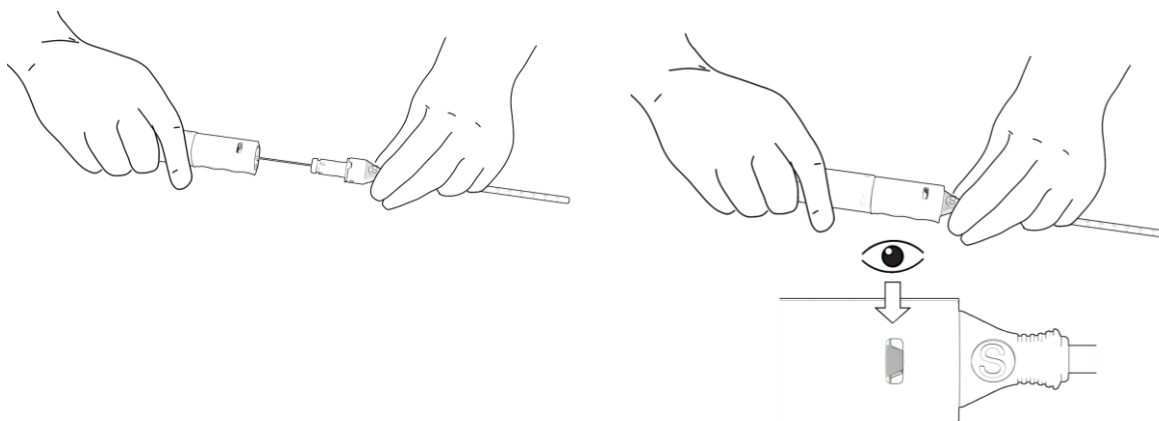

Figura 10. Introduzione del dispositivo di chiusura PerQseal® nell'introduttore a guaina
- c. Tenendo il terminale dell'introduttore a guaina con una mano e l'impugnatura del dispositivo con l'altra, fare avanzare l'impugnatura del dispositivo procedendo con attenzione. Controllare che gli indicatori dell'introduttore a guaina e dell'impugnatura risultino allineati e che il gruppo cannula di caricamento/terminale della guaina si innesti (con uno scatto) nell'impugnatura del dispositivo. Osservare l'indicatore verde attraverso la finestra di spia. Questo indicatore conferma che l'impugnatura del dispositivo di chiusura PerQseal® è stata correttamente bloccata. Figura 10.